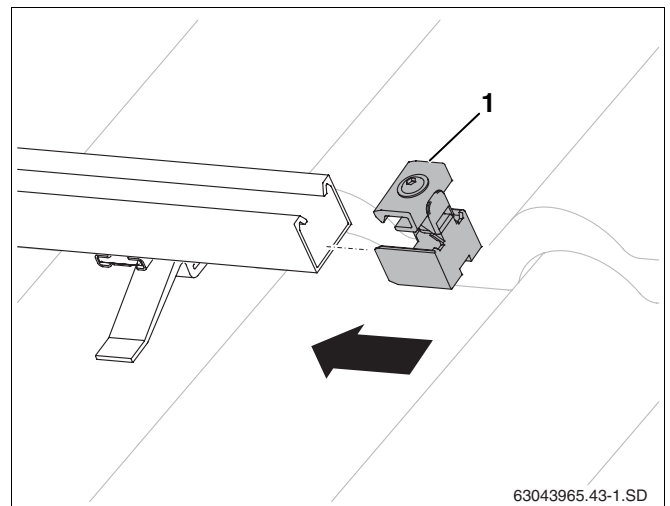

Fig. 42 Introduzir o tensor de colector unilateral
- ▶ Introduzir o tensor de colector unilateral nos perfis (fig. 42, **item 1**) na extremidade direita do campo de colectores até que os perfis encaixem no primeiro furo oblongo.